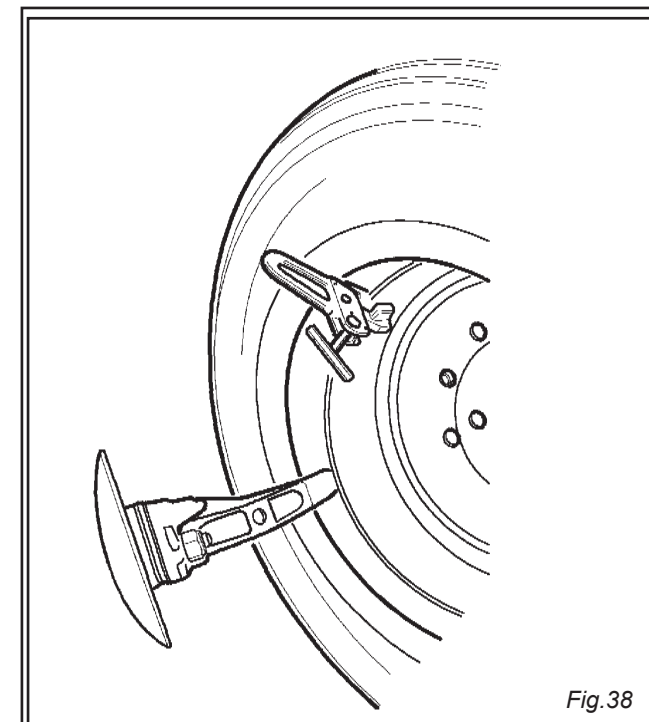

Fig.38
19) Das Rad wieder heben und die Zange circa 20 cm rechts vom Ventil an Außenseite zweites Wulstes wieder anbringen(vgl. Abb. 38).